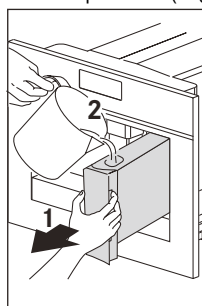
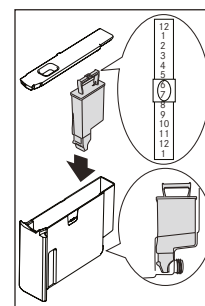

Fig. 11
Fig. 37
- ▶ Después de 5 segundos, la pantalla del aparato muestra el mensaje "FILL TANK" (llenar depósito). Extraiga el depósito de agua (Fig. 11), enjuague y llene con agua fresca sin exceder la línea MÁX. Vuelva a colocarlo y empuje hasta el tope. Se puede instalar un filtro descalcificador de agua en el depósito (Fig. 37).